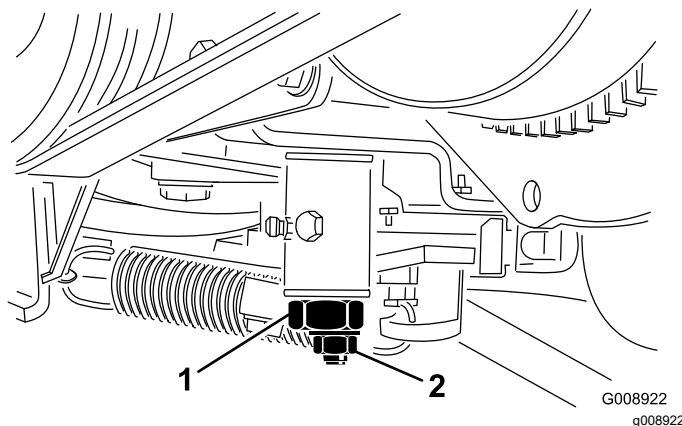

Figura 54
4. Afloje la contratuerca de la leva de ajuste de tracción (Figura 54).